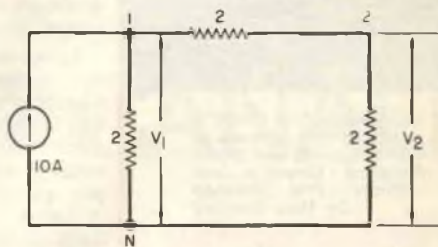

Fig. 11
Esempio 12 - Per il circuito della fig. 11, determinare V_1 e V_2 . Soluzione: nel nodo 1, $-10 + 0,5V_1 + 0,5(V_1 - V_2) = 0$, ovvero $10 = V_1 - 0,5V_2$ (equazione 11). Nel nodo 2, $-0,5(V_1 - V_2) + 0,5V_2 = 0$, ovvero $-0,5V_1 + V_2 = 0$ (equazione 12). Dall'equazione (12): $V_1 = 2V_2$. Sostituendo questo valore nell'equazione 11, abbiamo: $10 = 2V_2 - 0,5V_2 = 1,5V_2$. E, risolvendo: $V_2 = 10/1,5 = 6,7$ V e $V_1 = 2V_2 = 2(6,7) = 13,4$ V.